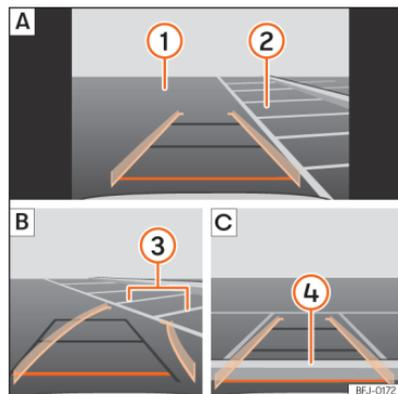

Fig. 144 Visualização no ecrã do sistema de infotainment: estacionar com o assistente de marcha-atrás.
Legenda da »» **Fig. 144:**
- Posicione o veículo à frente do lugar de estacionamento >>> Fig. 144 ② A.
- Retroceda rodando o volante de forma que as linhas amarelas se introduzam no lugar de estacionamento. As linhas verdes e amarelas têm de coincidir com as linhas de delimitação laterais ③ B.
- Pare o veículo quando a linha vermelha tiver atingido a delimitação traseira ④ C.